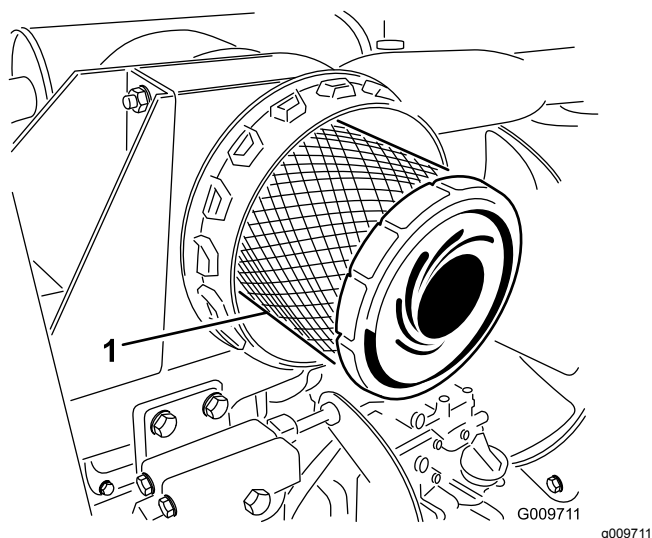

Figura 27
3. Togliete il filtro primario e sostituitelo (Figura 27).